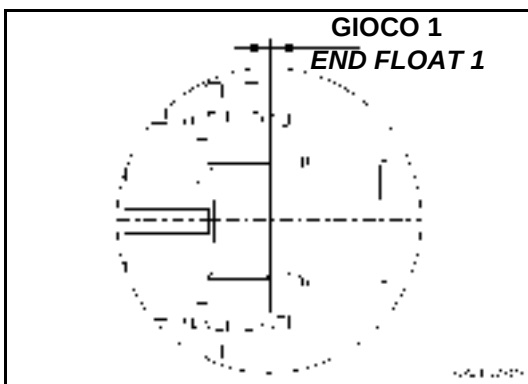
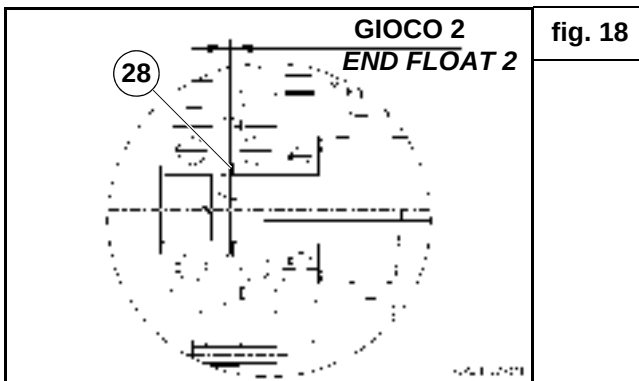

fig. 16
fig. 18
9. Rilevare con cura il valore del gioco **1** con uno spessimetro a lamine (fig. 16).
9. Measure with care the end float **1** using feeler gauge (fig. 16).
14. Assemblare il coperchio (26), completo di cuscinetto, alla scatola cambio (25).
15. Montare gli spessori (28).
Attenzione: la quantità di spessori totali in (28) deve essere scelta, nella gamma di spessori a disposizione (vedi tabella in C.6), in modo che in posizione 2 (in fig. 18) sia presente il gioco prescritto (tabella in C.6) dopo il montaggio dell'anello d'arresto (29).
19. Misurare e verificare i valori del gioco assiale in posizione 1 (fig. 16) e posizione 2 (fig. 18).
19. Measure and check the end float values in the position 1 (fig. 16) and position 2 (fig. 18).